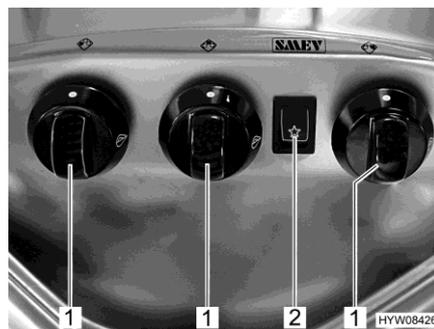

Fig. 126 Elementos de mando (cocina de gas)
- Girar el regulador giratorio (Fig. 126,1) correspondiente al quemador deseado a la posición de encendido (llama alta).
- Pulsar el interruptor basculante (Fig. 126,2). En el quemador se producen chispas de encendido.